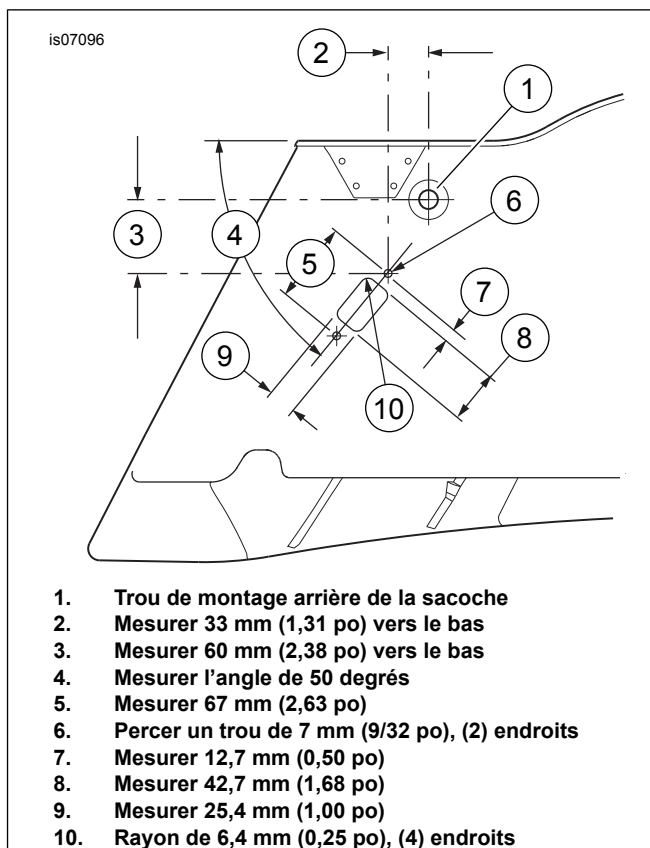

Figure 5. Découpage des trous de connecteur dans la paroi intérieure de la sacoche (sacoche gauche illustrée)
- Voir Figure 5. Poser un ou des morceaux de ruban-cache dans la zone approximative des trous à percer dans la paroi intérieure de la sacoche pour le connecteur de faisceau de connexion volante de la sacoche. Mesurer très soigneusement et marquer l'emplacement des trous tel qu'illustré.